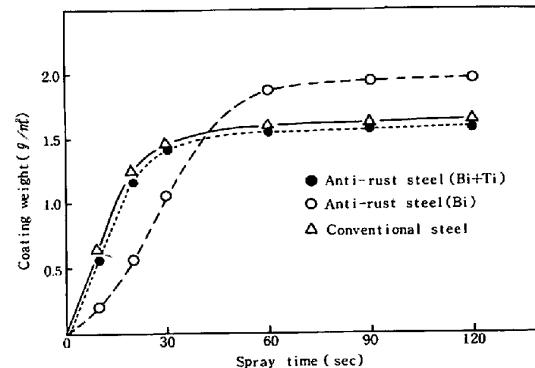

Fig. 1 Relation between coating weight vs phosphate treatment time.
2. りん酸塗化成処理性 一般に安定な表面酸化皮膜が形成された場合, りん酸塗化成処理性は悪くなるが, りん酸塗の核形成を促進するTi化合物をBi塩処理と同時に表面に均一に吸着させることによって, 初期防錆性を損うことなくりん酸塗の初期結晶核数, 皮膜付着量, 結晶サイズを一般冷延鋼板レベルまで回復させることができた。ポンデライト3114を使用し, スプレー法によって化成処理性を調べた結果をFig. 1およびTable 1に示す。その結果, 形成された化成皮膜の耐さび性もすぐれていることがわかった。